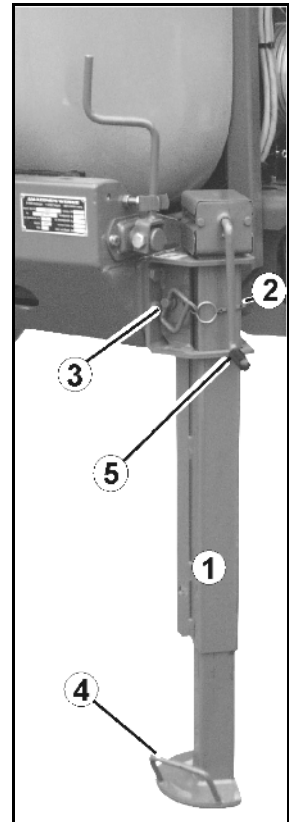

Fig. 43
Støttefot med sveiv (Fig. 43/1):
1. Løsne splinten (Fig. 43/2).
2. Trekk ut bolten (Fig. 43/3).
3. Løfte/senke støttefoten ved hjelp av håndtaket (Fig. 43/4).
5. Fortsett å senke støttefoten med sveiven (Fig. 43/5)